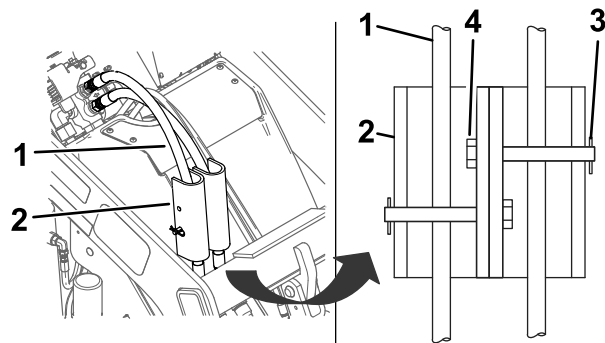

Figura 26
7. Instale os bloqueios do cilindro sobre os tubos hidráulicos e prenda-os com os passadores de forquilha e contrapinos (Figura 26).